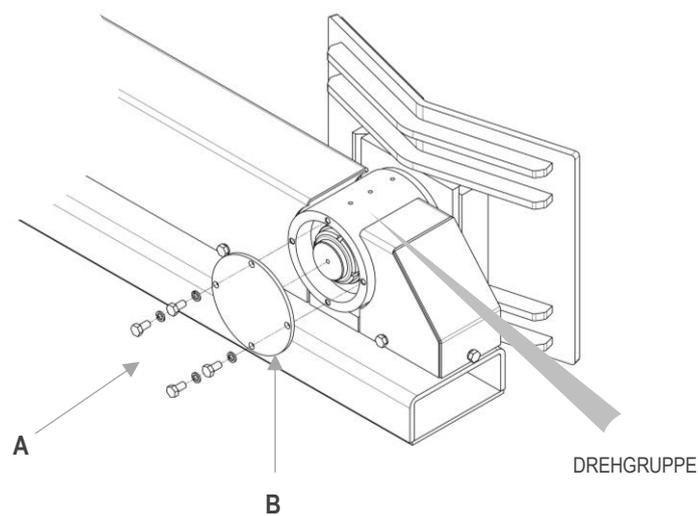

Abbildung 40
2. Die Schrauben **A** des Schließdeckels **B** (Drehgruppe) an der, der Scheibe gegenüberliegenden Seite abschrauben (siehe Abbildung 40)